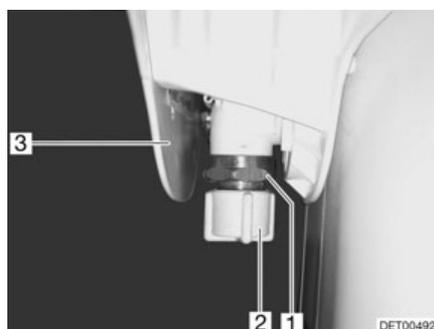

Fig. 176 Vanne toilette à aspiration
- Retirer le couvercle (Fig. 176,3).
- Dévisser le capuchon de fermeture (Fig. 176,2).
- Placer un récipient approprié sous la vanne (Fig. 176,1).